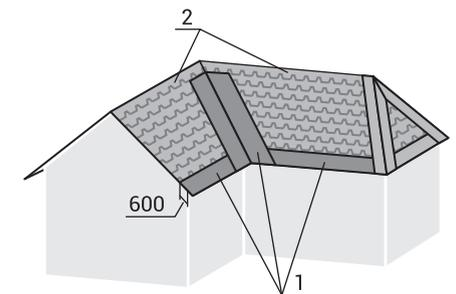

Рисунок 3.1. Скатные кровли
3.3. Кровельный ковёр из гибкой черепицы включает подкладочный слой из битумного рулонного материала, укладываемый под черепицу по всей поверхности кровли (см. рисунок 3.1)